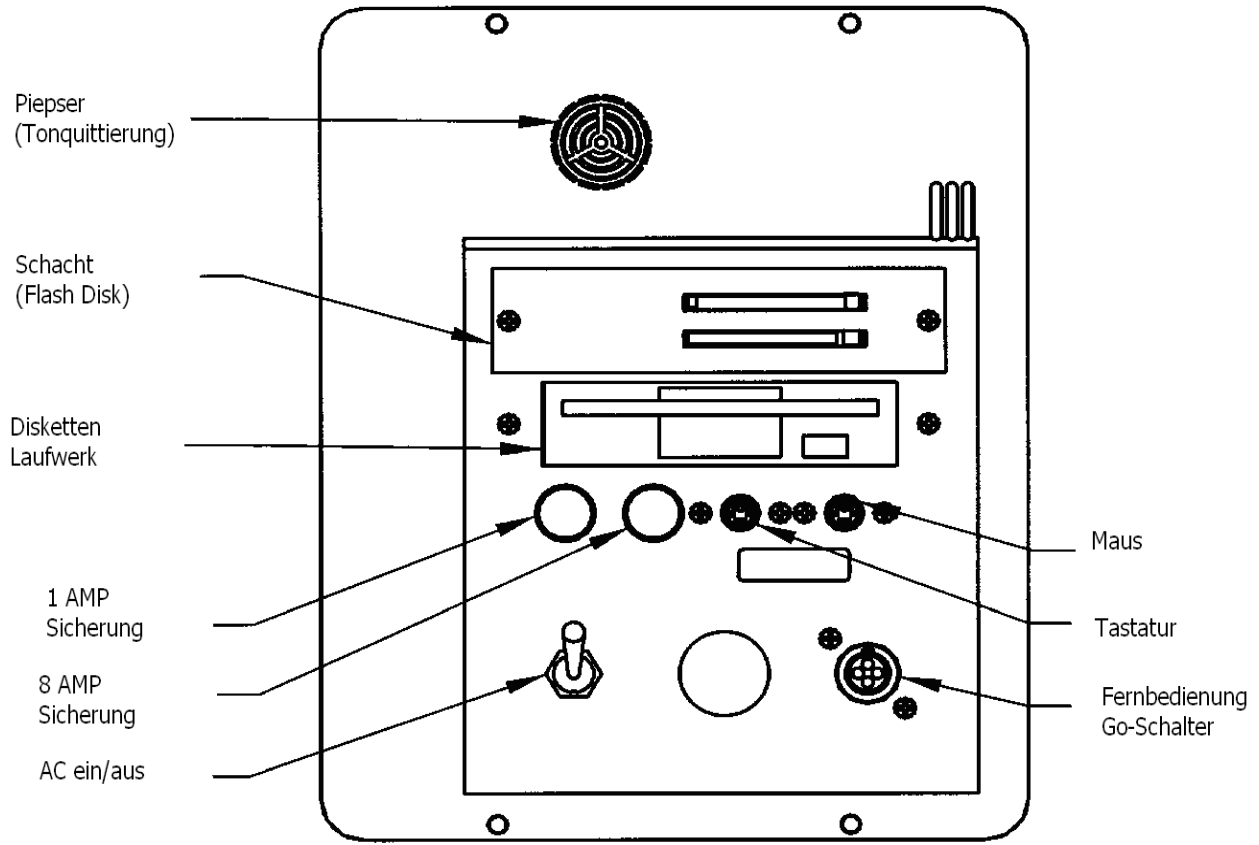

BILD 3.3 Rechte Seite der ProtoTRAK SM CNC
3.3 Bedienteil rechte Seite (Siehe Bild 3.3 zur Beschreibung der Anschlüsse und Eigenschaften auf der rechten Seite der Anzeige)